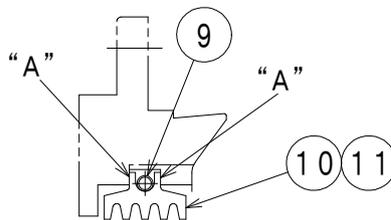

図7
6. 2. 5 フローティングシールの分解(図7参照)
- (1) フローティングシールの外周側面部(図7の“A”部)に非硬化性コンパウンドまたはグリースを薄く塗っておく。また、フローティングシールの内径部には、潤滑油を薄く塗っておく。
- (2) フローティングシール下半部(オイル排出穴のある方)を、シールカバー下半部の中へ回転させ挿入する。この時、オイル排出穴が油槽内に向いていることを確認する。
- (3) フローティングシール上半部を取り付ける。次に固定用ばねをフローティングシール外周部に巻き付けるように挿入しロックする。この時、上下の合せ目にくい違いがなく、平滑となるよう十分調整する。組立後、フローティングシールを回転させ、歪によるひっかかりがないかを確認する。
- (4) シールカバー上半部を取り付ける際、回り止めがロック溝に入るようにする。